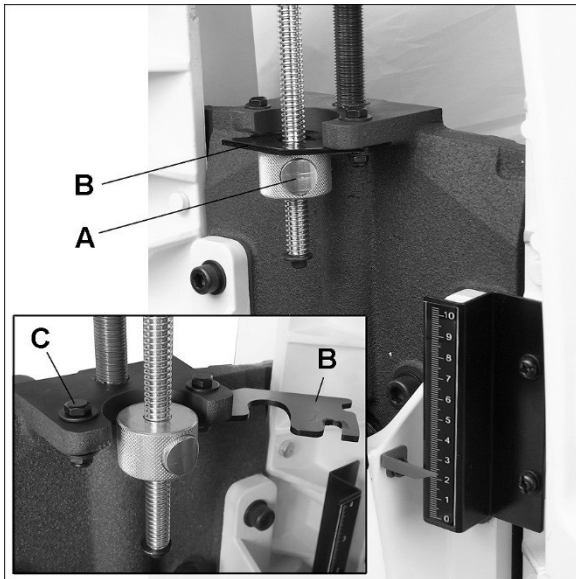

Figure 8-1
L'écrou de butée de profondeur (A, Figure 8-1) fournit un arrêt à la profondeur de ponçage finale. Cela garantit que l'opérateur ne poncera pas trop profondément quand il souhaite faire plusieurs pièces de la même épaisseur finale.
1. Tournez la poignée pour positionner le cylindre à la profondeur de ponçage finale en fonction de l'échelle. (Par exemple, la figure 8-1 montre une profondeur finale de 23 mm).
2. Appuyez sur le bouton de l'écrou pour faire glisser l'écrou en position générale, puis faites-le tourner jusqu'à ce qu'il touche fermement le fond de la plaque (B).
Si l'arrêt n'est pas utilisé, desserrez la vis gauche (C) et faites pivoter la plaque (B, voir figure 8-1).